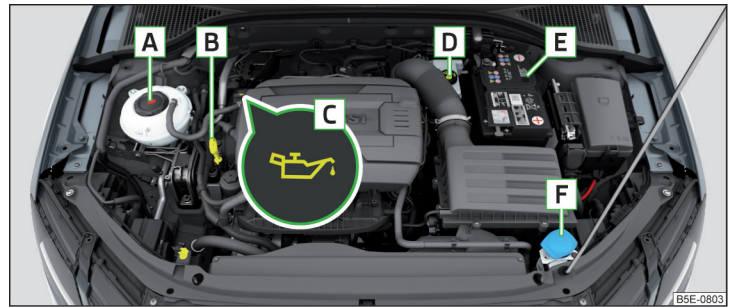

Abb. 316 Anordnungsbeispiel im Motorraum
- › Den Deckel der Motoröleinfüllöffnung **C** abschrauben » Abb. 316 auf Seite 284.